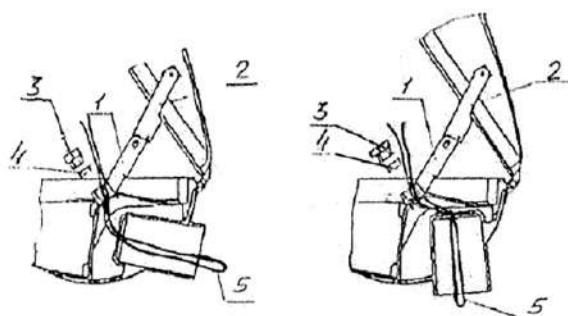
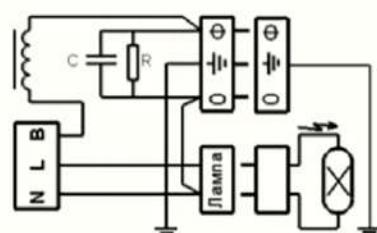

Рисунок 2
Рисунок 3
**ВНИМАНИЕ! Планка (1) кронштейна должна зафиксироваться в пазу планки (2).**
Отвернуть штуцер (3) сальникового ввода и снять резиновую втулку (4). С помощью проволочной петли (5), см. (рисунок 2), сетевые провода и провод заземления протянуть внутрь светильника через втулку и штуцер. Сетевые провода присоединить к клеммам штепсельного соединителя на панели, согласно схеме включения (рисунок 3), а провод заземления присоединить к узлу заземления, который расположен на корпусе, предварительно закрепив их планкой для зажима проводов.